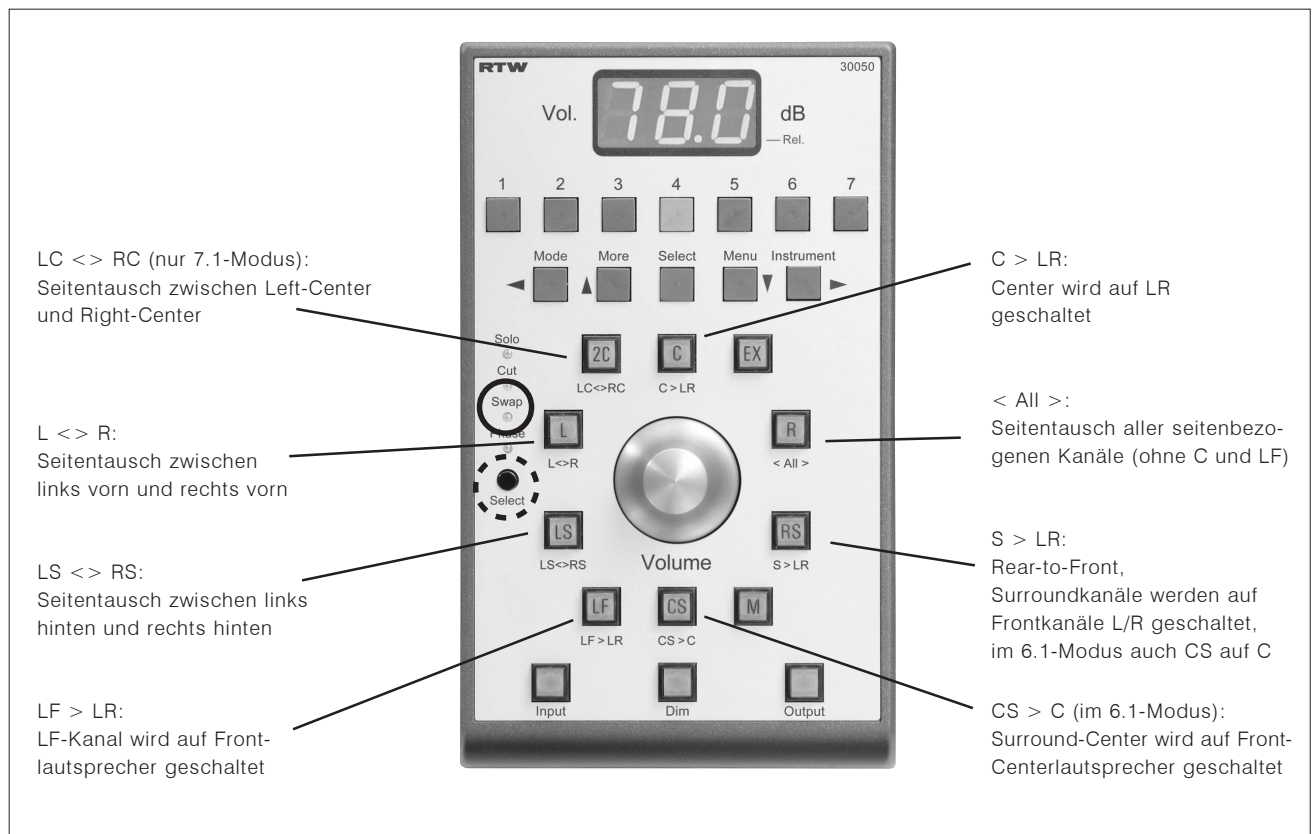

Bild 3-30: Tastenbelegung (Beschriftung unter den Tasten) nach Auswahl der Kanalfunktion „Swap“ auf der Remote Control 30050
- Swap: Kanaltausch gemäß der Beschriftung unter den Tasten (siehe Bild 3-30)